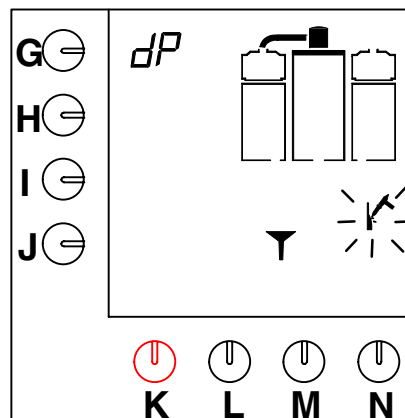

Abb. 19 Kaffeebrühsystem benötigt die Entkalkerlösung
- Es ertönt ein akustisches Signal, das Hammersymbol blinkt und es erscheint ein Trichter im Display (Abb.19 ).